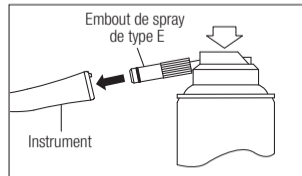

Fig. 6
- 2) Insérez l'embout de spray à l'arrière de l'instrument. Tenez l'instrument et pulvérisez pendant environ 2-3 secondes. Vaporisez du lubrifiant jusqu'à ce qu'il en ressorte de la tête de l'instrument pendant au moins 2 secondes (Fig. 6).
- 3) Lubrifiez l'instrument à l'aide du NSK PANA SPRAY Plus / PANA SPRAY (Fig. 6) ou du système NSK de nettoyage et de lubrification automatique de l'instrument.